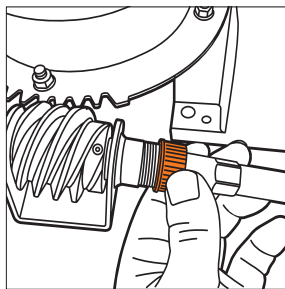

Рис. 12
- Вставьте гибкий вал осью в шестерню привода желоба и зафиксируйте соединительной гайкой (Рис. 12).